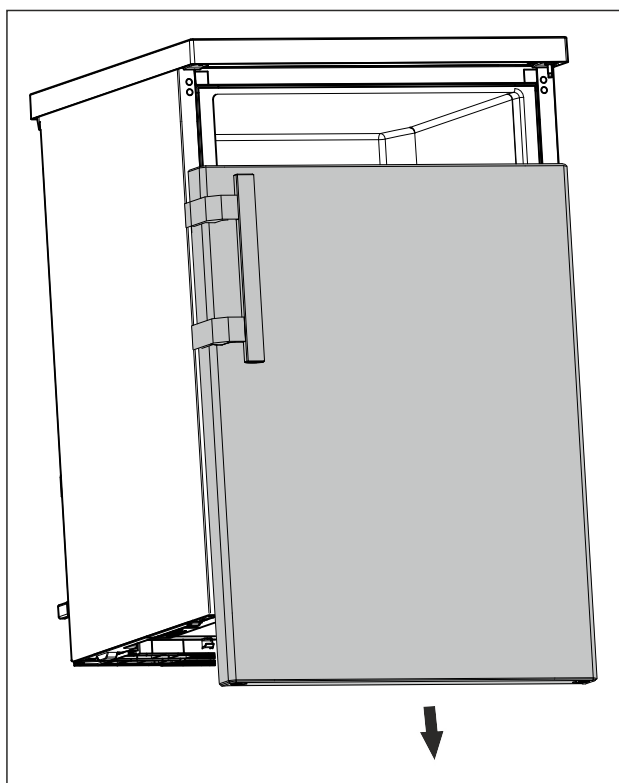

Fig. 8
- ▶ Vegye le lefelé az ajtót. (lásd Fig. 8)